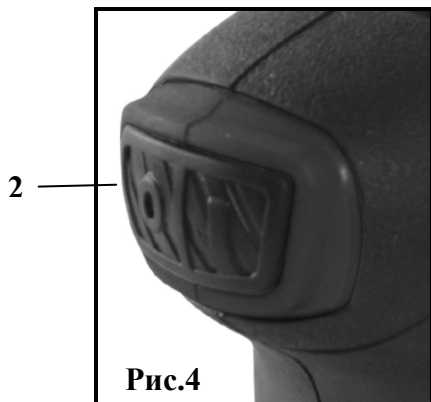

Рис.4
Для включения инструмента нажмите кнопку включения/выключения (2) в положение «I». Для выключения инструмента нажмите кнопку включения/выключения (2) в положение «0» (Рис.4).